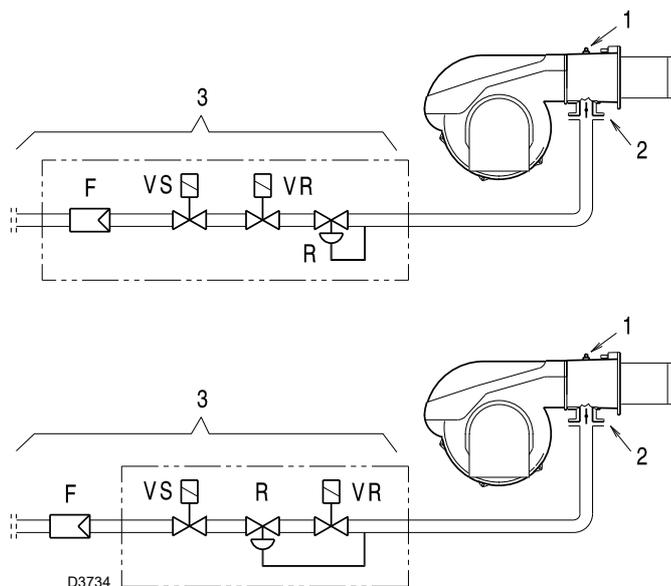

Fig. 23
Pressione del gas misurata alla presa 1)(Fig. 23 a pag. 21), con:
Perdita di carico farfalla gas 2)(Fig. 23 a pag. 21) con apertura massima: 90°.
- sottrarre dalla pressione del gas alla presa 1)(Fig. 23 a pag. 21) la pressione in camera di combustione.
Pressione del gas alla presa 1)(Fig. 23) = 11,7 mbar
Per conoscere invece la pressione del gas necessaria alla presa 1)(Fig. 23), fissata la potenza massima di modulazione alla quale si desidera funzioni il bruciatore:
- Leggere sulla destra, colonna 1, la pressione alla presa 1)(Fig. 23).
pressione necessaria alla presa 1)(Fig. 23).